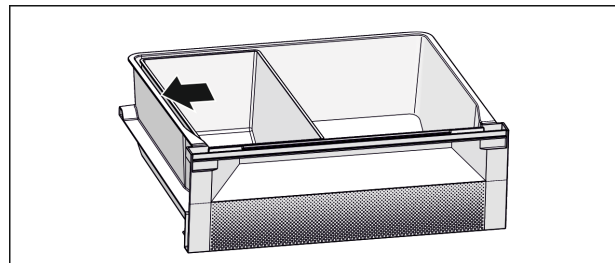

Fig. 7
- ▶ Для оптимальной функции охлаждения: Расположите лоток Fish & Seafood, как показано на рисунке (см. Fig. 7).